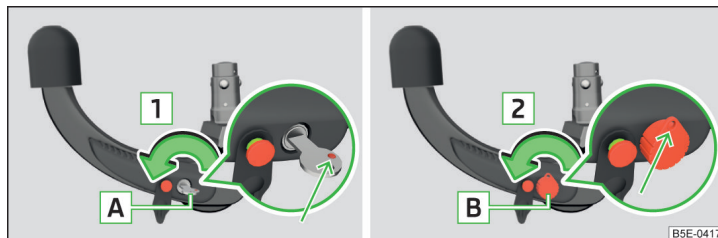

Fig. 298 1. Étape : variante de clé 1 / variante de clé 2
- › Tournez la clé **A** dans le sens de la flèche **1** de sorte que son marquage vert soit orienté vers le haut » fig. 298.
- › Tournez la clé **B** dans le sens de la flèche **2** de sorte à ce que l'œillet de la clé soit orienté vers le haut » fig. 298.